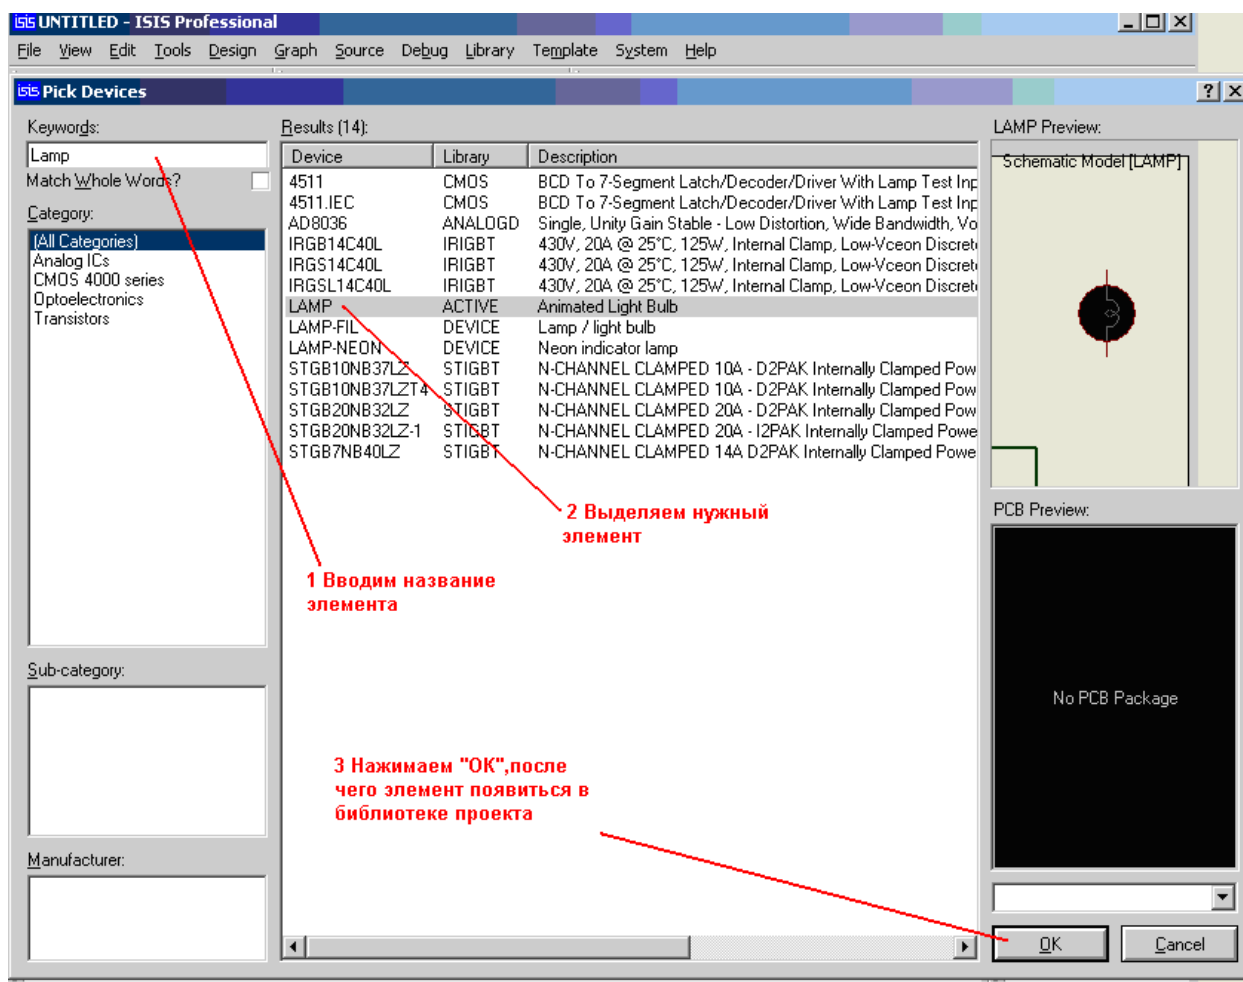

Рисунок 2.2 – Выбор элементов из библиотеки
2. Зайти в библиотеку компонентов через клавиши меню «Библиотека-Выбор устройства» или нажав кнопку «P» в окне DEVICES (Рисунок 2.2).